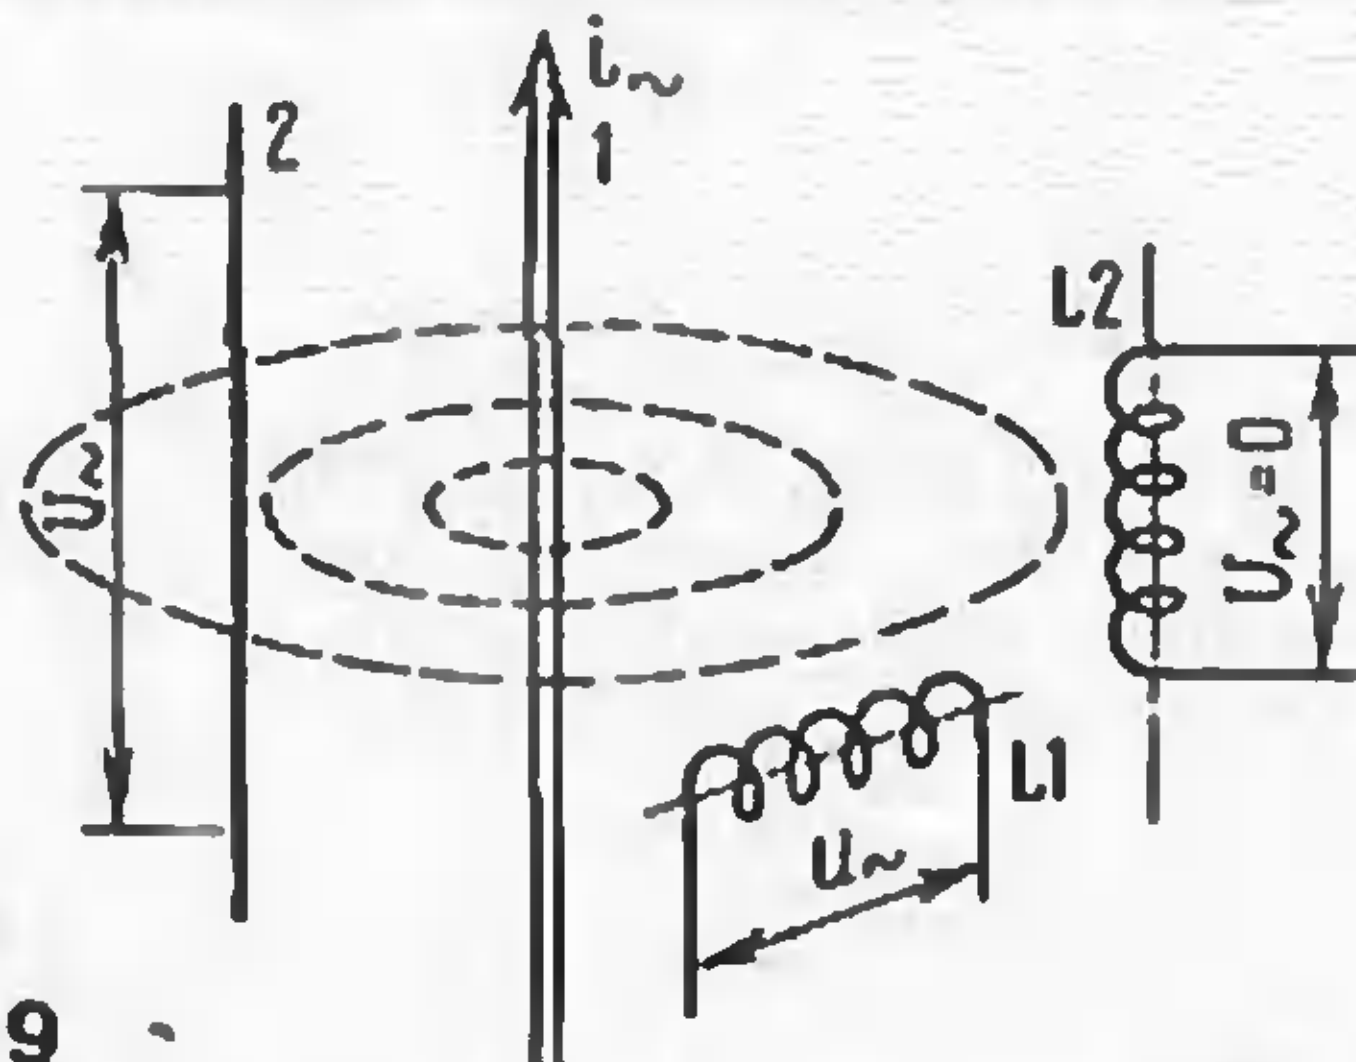

Рис. 9
Магнитные поля создают не только катушки, но и отдельные проводники с током. На рис. 9 показан проводник 1 с током i_1 . Вокруг проводника образуется магнитное поле, силовые линии которого (штриховые линии) имеют вид колец, "надетых" на проводник. Если параллельно проходит другой проводник (2), то магнитное поле наведет в нем переменное
Когда в поле проводника попадает катушка, то наведенная в ней ЭДС максимальна при расположении оси катушки параллельно магнитным силовым линиям (катушка L1 на рис. 9) и минимальна в случае расположения оси катушки перпендикулярно силовым линиям (катушка L2).